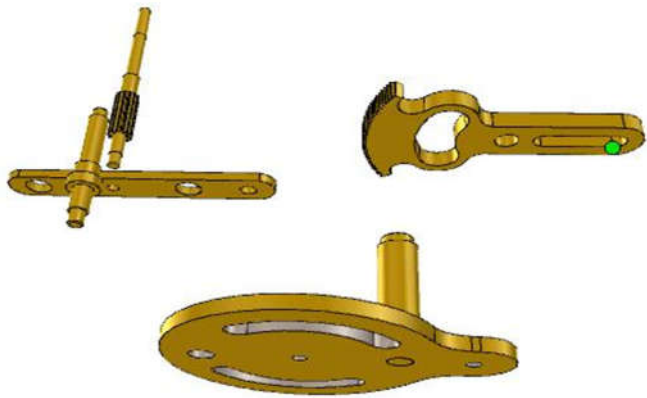

图 3
Z=50 齿轮 (图 3: 4)
点大齿轮，“智能动画”(图 3；4)
b)大齿轮转动- $7.2^\circ$ , 时间: 0.4 (图 3; 4)
见 图 3 装支撑轴安装到位
Z=50 齿轮（图 3； 4）
点大齿轮，“智能动画” (图 3：4)
b) 大齿轮转动  $-7.2^\circ$  , 时间: 0.4 (图 3; 4)
c) “三维球”按距离: 10, 拷贝 12. (图 3)
2. 按尺寸画内外链节，拉伸向导画外链板，三维球按距离拷贝，画销轴拷贝 (图 3 右)。
三维球把外链节 (右) 再拷贝到左边，删除 2 轴，拉伸向导画 2 滚 (图 3 左)。